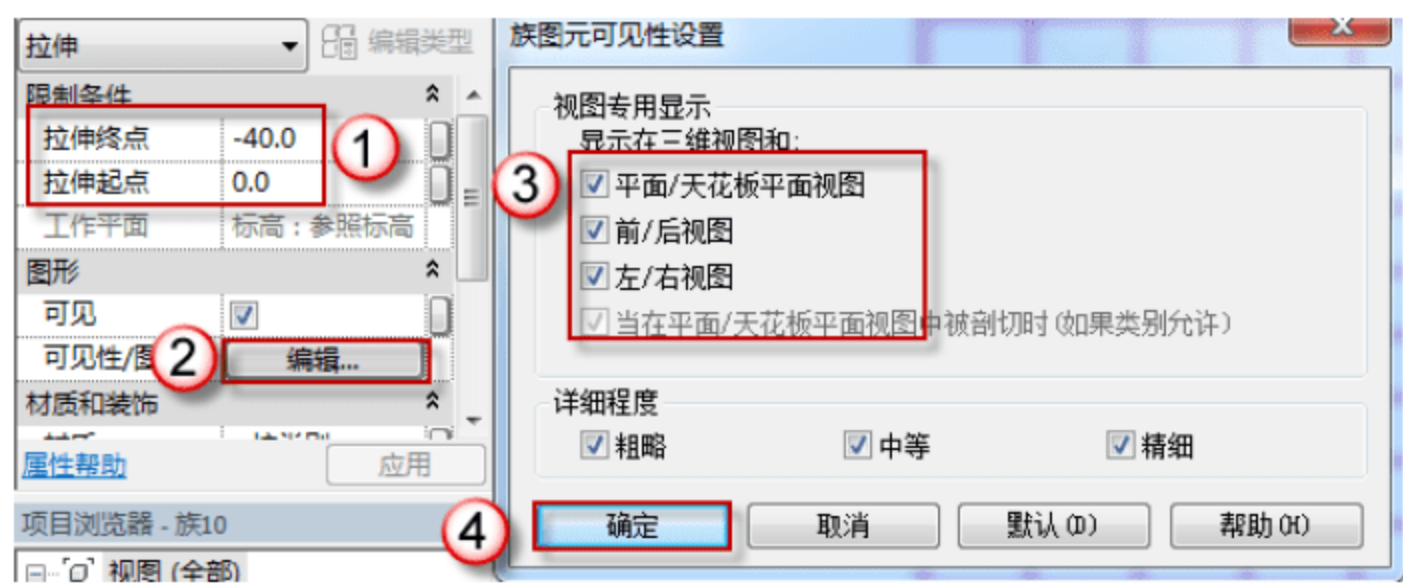

图 12.1.36 编辑窗框可见性
(11) 编辑窗框的可见性。在“属性”面板中，在“限制条件”栏的“拉伸终点”后输入“-40”字样，然后单击“编辑”按钮，在弹出的“族图元可见性设置”对话框中，将所有的视图都选上，单击“确定”按钮，如图 12.1.36 所示。